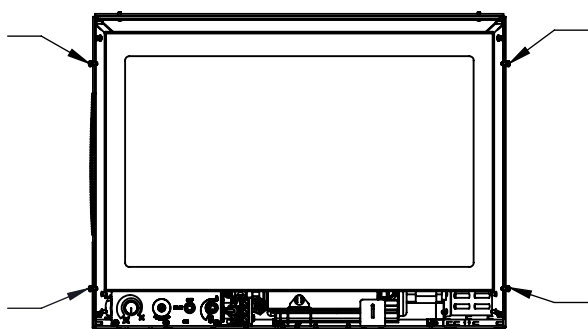

Figure 31: Localisation pour installation douilles/vis.
1. Installez les vis sur le panneau sur mesure du E30, à l'aide d'un tournevis Torx T-20. Voir les figures 31 et 33 pour les localisations d'installation.
3. Dans le cas du panneau à 4 côtés, vissez le contour à l'unité, comme indiqué dans les figures 31 et 32.